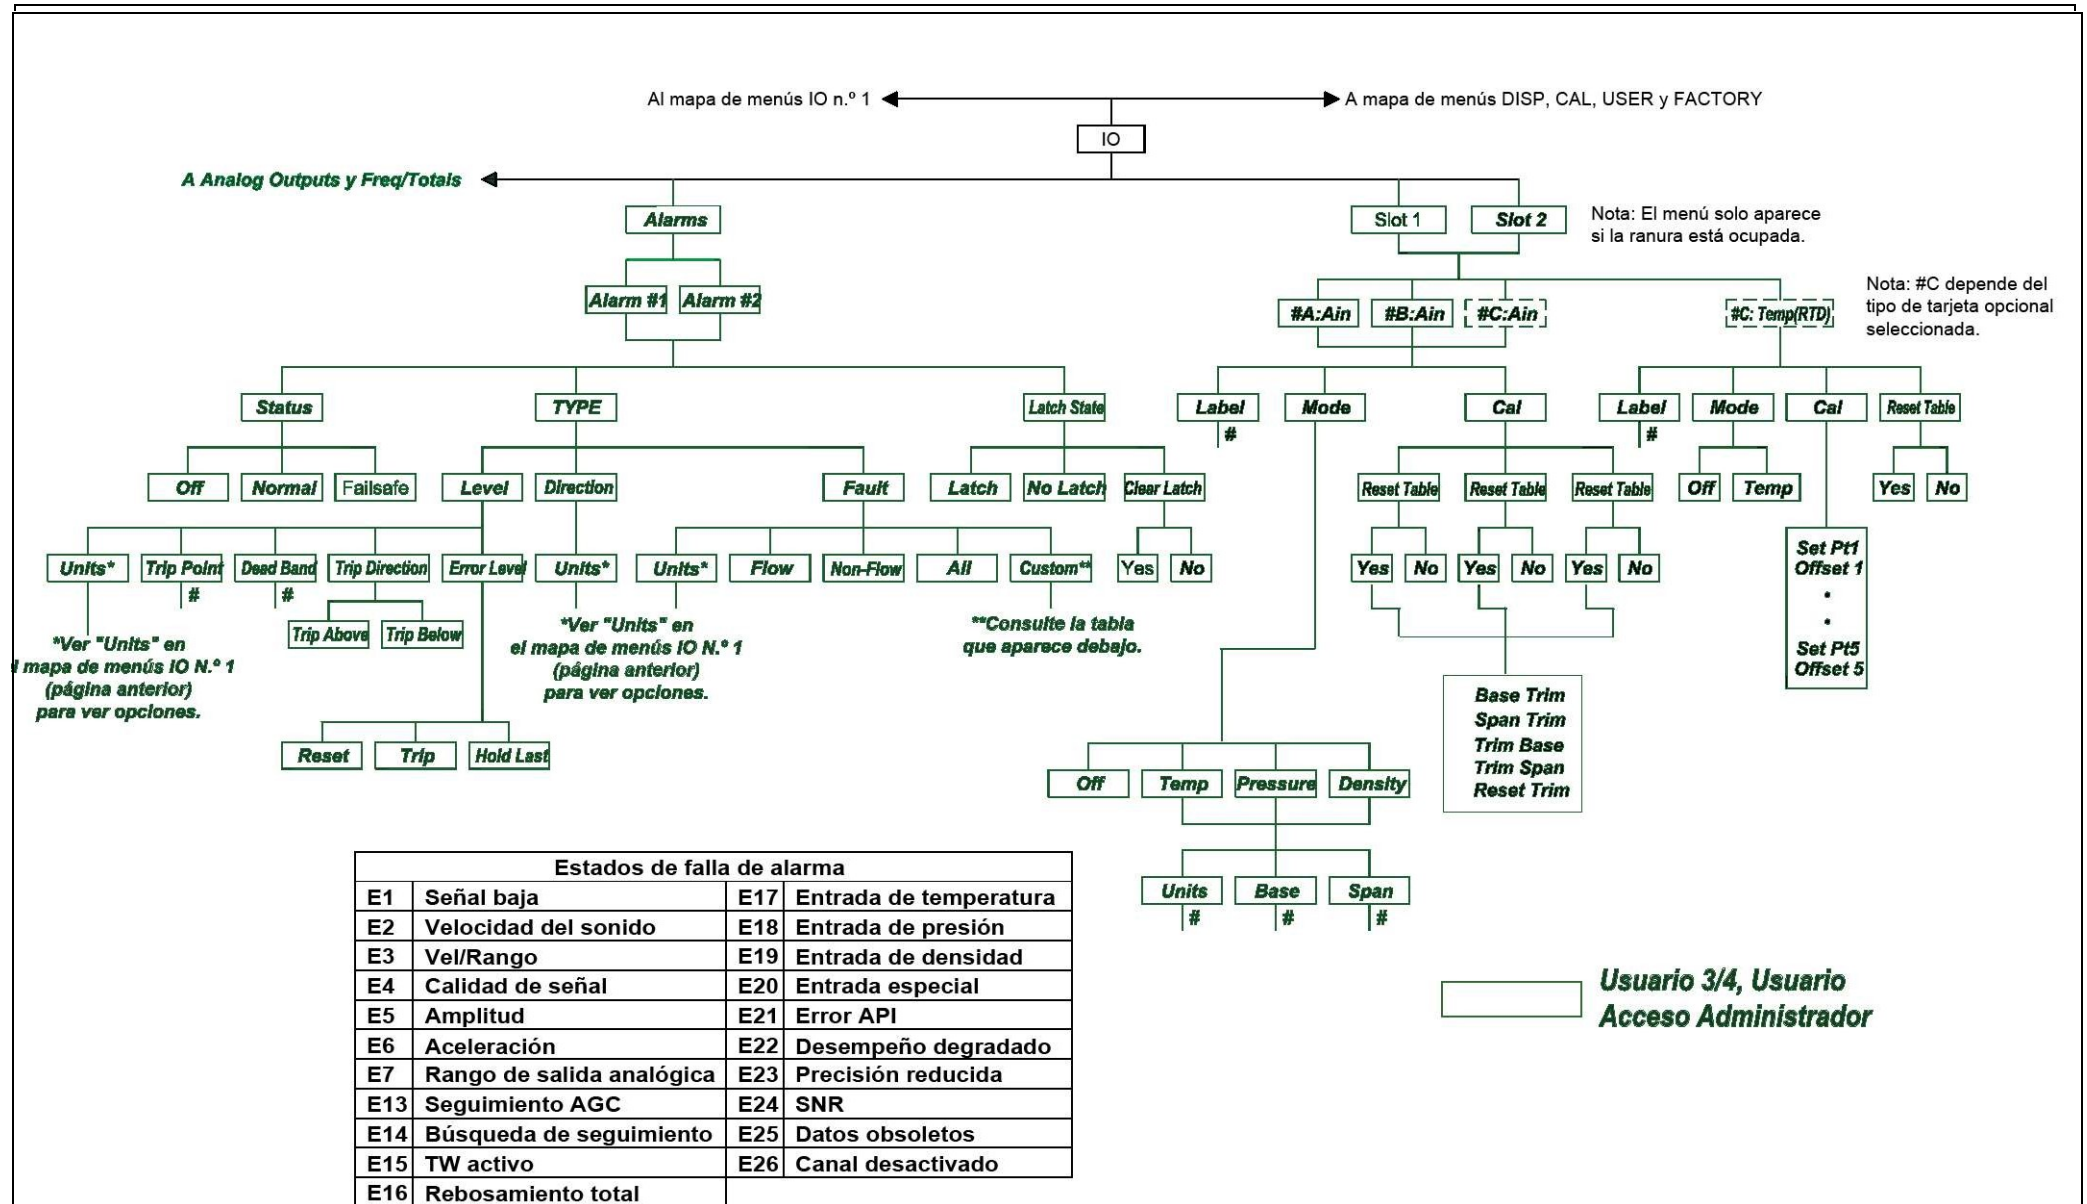

Figura 70: Mapa de menú IO-ALARMS e IO-SLOT
- Figura 70, “Mapa de menú IO-ALARMS e IO-SLOT,” en la página 132